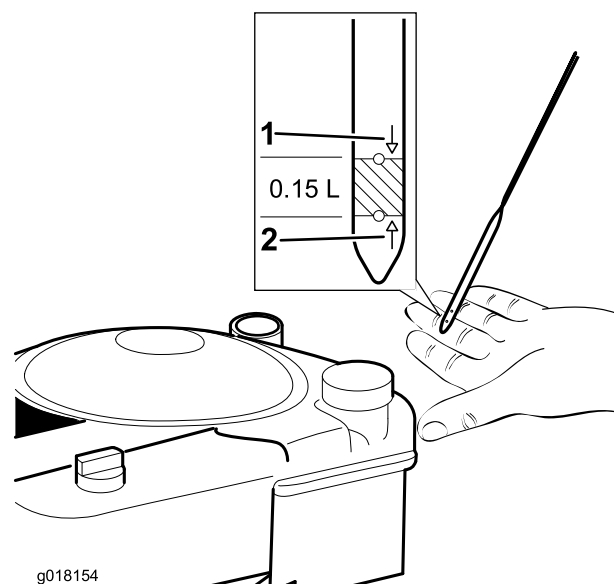

Figura 6
1. Retire a vareta do óleo (Figura 6).
2. **Lentamente** deite óleo no tubo de enchimento do óleo, aguarde 3 minutos, verifique o nível do óleo na vareta ao limpar a vareta e, depois, introduza totalmente a vareta no tubo (Figura 6))
3. Encha o motor com óleo até a vareta indicar que o nível de óleo do motor está correcto, como indicado em Figura 6. Se encher demasiado o motor com óleo, retire o óleo em excesso, tal como indicado em Mudança do óleo do motor (página 14).